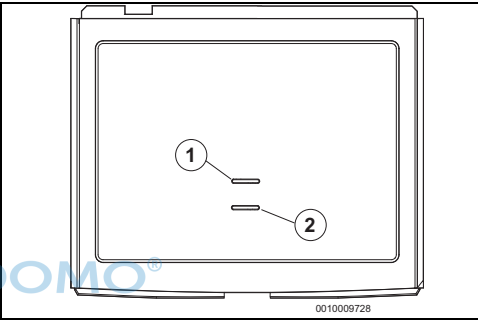

Bild 16 Funkmodul
- ▶ Während die Bedieneinheit verbindet, Verbindungs-Taste (→ Bild 16, Pos. [2]) am Funkmodul für fünf bis zehn Se-kunden drücken, um das Funkmodul zu verbinden.
Die LED (→ Bild 16, Pos. [1]) blinkt während der Verbin-dung zwei mal in fünf Sekunden.